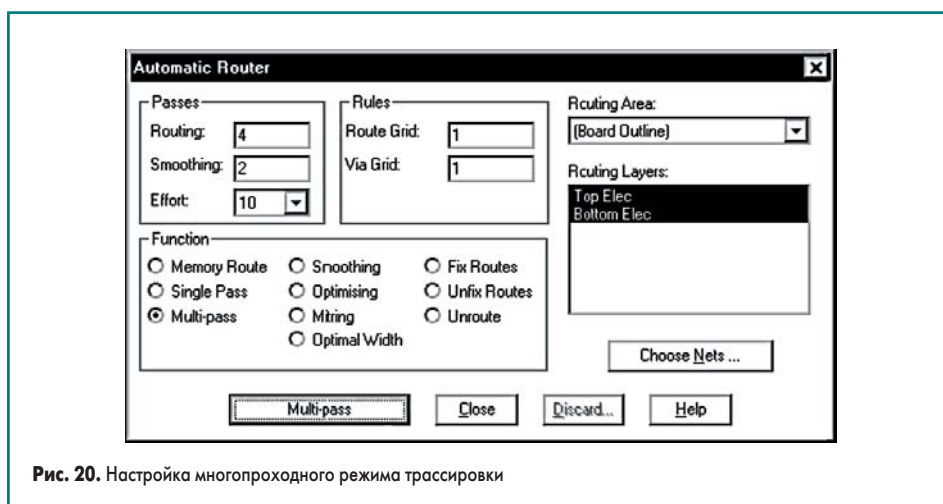

Рис. 20. Настройка многопроходного режима трассировки
13. Выполним все настройки в окне Automatic Router, как показано на рис. 20. А именно